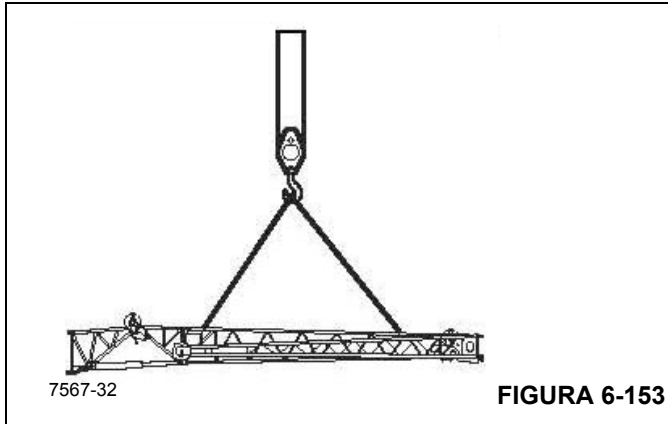

FIGURA 6-153
1. Conecte una eslinga (Figura 6-153) a la extensión de la pluma y a la guía auxiliar.